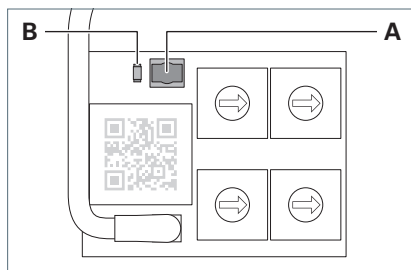

Fig. 14: Tasto e LED.
- Premere il tasto **A** e tenerlo premuto per 20 secondi, vedere Fig. 14.